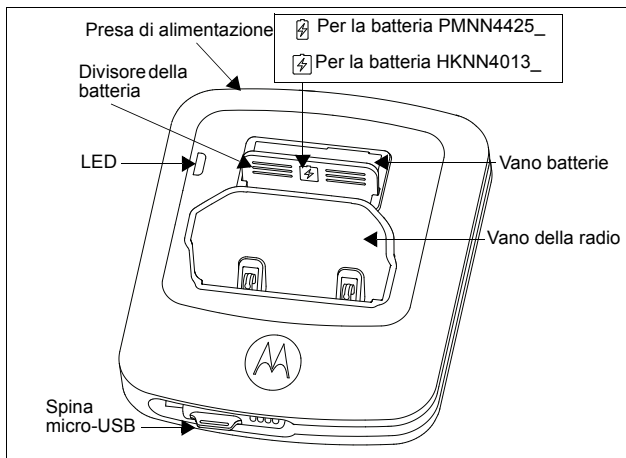

Figura 1: Caricabatteria a tre unità
- a. Estrarre e ruotare il divisore della batteria in base al tipo di batteria da ricaricare, quindi farla scivolare di nuovo nello slot. Vedere la Figura 1.